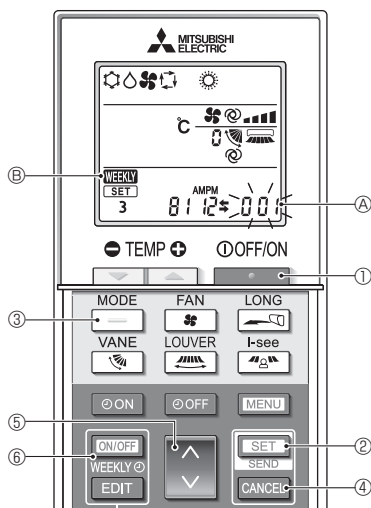

Fig. 4-12
4.12.8. Отключение автоматического режима (Fig. 4-12)
1. Нажмите кнопку **FUNCTION** ①, чтобы остановить работу кондиционера воздуха.
- Если недельный таймер активирован, нажмите кнопку **ON/OFF WEEKLY** ⑥ для отключения таймера (**WEEKLY** ⑥ исчезнет.)
2. Нажмите и удерживайте в течение 5 секунд кнопку **SET** ③.
- Прибор войдет в режим настройки функции. (Будет мигать групповой номер настройки модели ④.)
3. Нажмите кнопку **TEMP** ⑤.
4. Завершение настроек (Fig. 4-12)